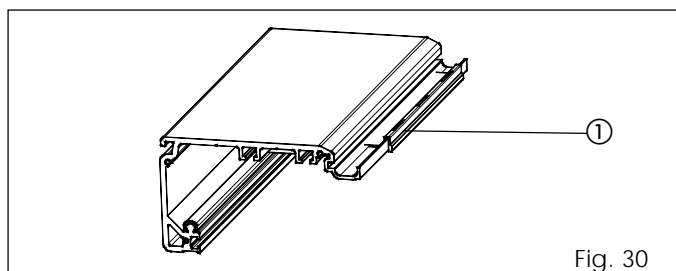

Fig. 30
- Monter sur le bord externe du profilé de support 3 entretoises (fig. 30 réf. ①), en les positionnant aux extrémités et au centre.